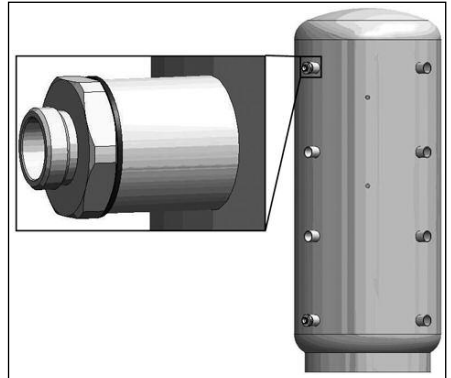

Abb. 6.1
- 2x Reduziernippel G1½ x G1 mit Dichtring in Speicheranschlüsse fest einschrauben (s. Abb. 6.1)